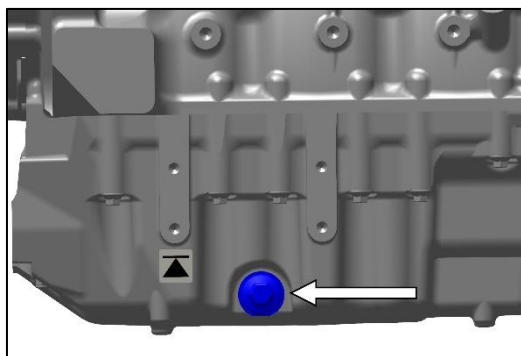

Fig. 239 - AFTAPPLUG MOTOROLIE
5. Plaats een opvangbak onder het carter, maak de aftappluggen aan beide zijden van het carter los en verwijder ze (zie Fig. 239). Tap de motorolie af.